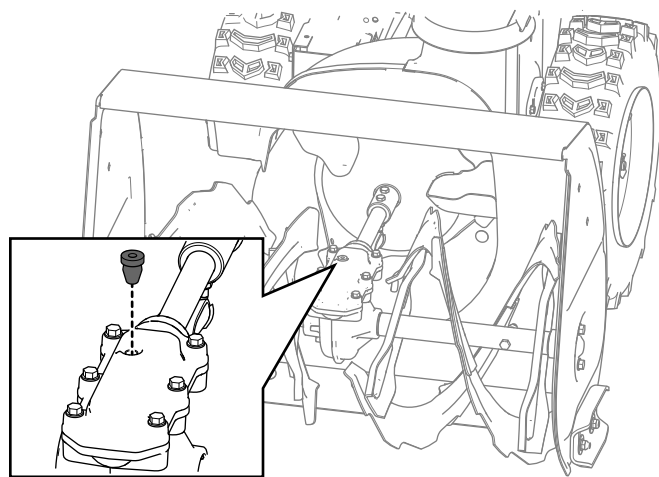

Рисунок 38
2. Очистите область вокруг заглушки трубки и снимите заглушку трубки с редуктора (Рисунок 38).